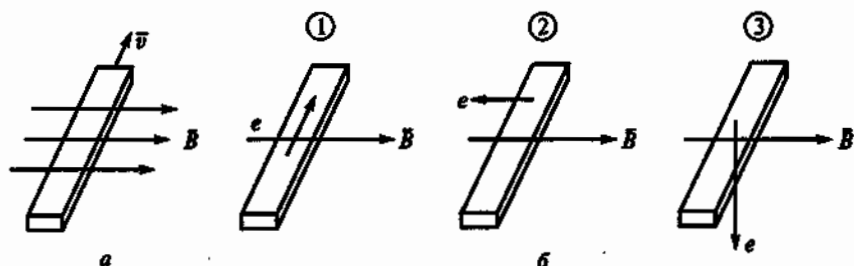

Рис. 51
2.25. Брусок из меди перемещается в магнитном поле, как показано на рис. 51, а. Указать направление ЭДС индукции в этом бруске по рис. 51, б.